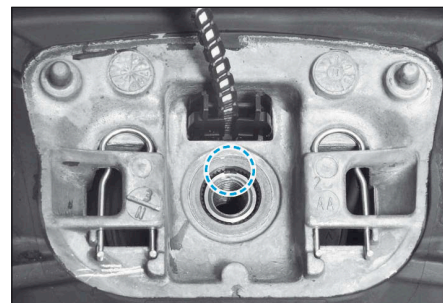

FIG.11
- Reposer le volant sur la colonne de direction en prenant garde au détrompeur (Fig.11).